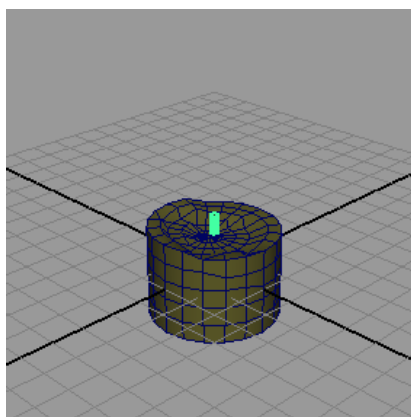
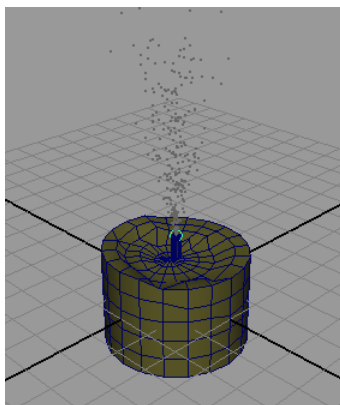

Рисунок 1.1
Рисунок 1.2
1. Спробуємо скористатися системою частинок, яка залучає мішень для створення палаючої свічки. Для цього спочатку змоделюємо свічку – її роль можуть зіграти два полігональних циліндра, один з яких представляє саму свічку (він для правдоподібності деформований шляхом переміщення окремих груп вершин), а другий – її гніт (рис. 1.1). Потім сформуємо систему частинок з направленим вгору Directional-емітером, для чого емітер повертаємо на 90° щодо осі Z. Збільшуємо для емітера значення параметра **Spread** приблизно до 0,2 (частки почнуть випускати в різних напрямках), також збільшуємо швидкість руху часток і робимо її випадковою (параметри **Speed** і **Speed Random**, в даному випадку встановлено рівними 2 і 1 відповідно). А потім проведемо емітер на вершину гніту свічки (рис. 1.2).